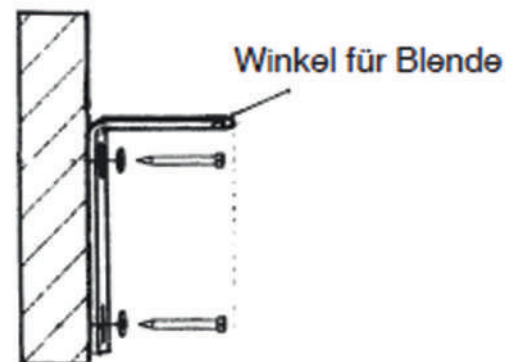

Abb.2 Trägerposition anzeichnen (Wandmontage)
- bei Montage auf die Wand Winkelblende nach Montage Abb.2 und 3 auf dem Winkel für Blende befestigen (nieten oder schrauben). Gegebenenfalls vorher seitliche Endkappen annieten.